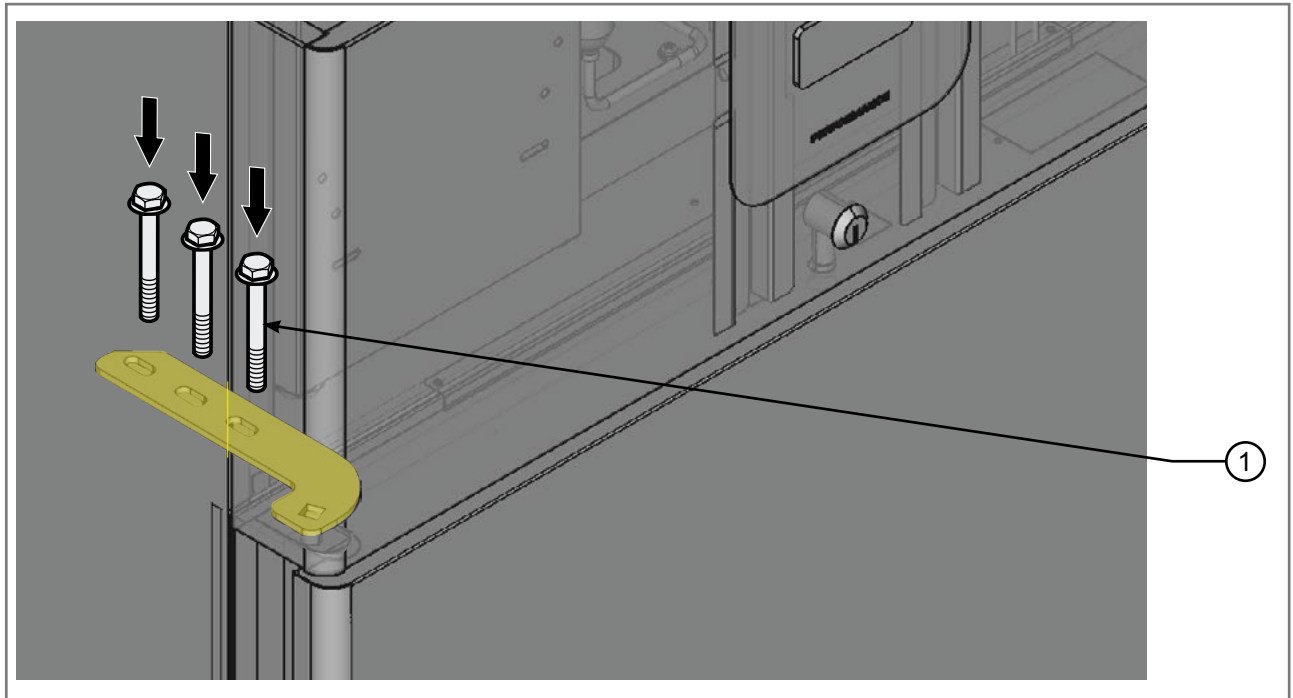

Abb. 3.29 - Schrauben der oberen Türangel
- Die 3 Schrauben der oberen Türangel festziehen (1 – Abb. 3.29).